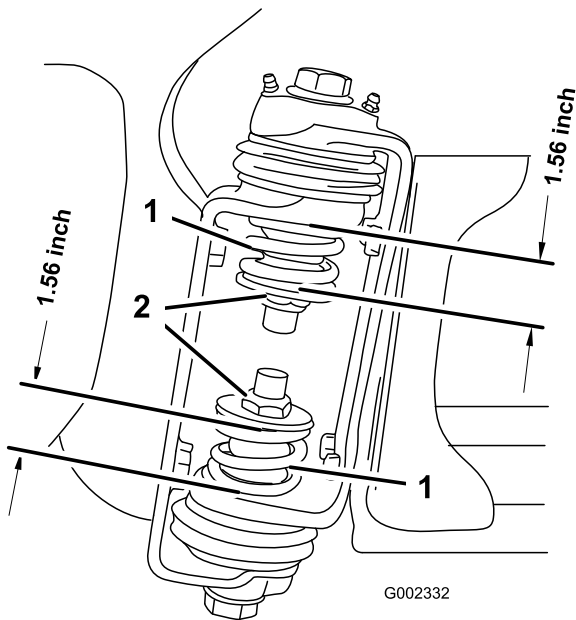

Bild 39
3. Messen Sie am Scharnier des Auslegers die Komprimierung der oberen und unteren Federn, wenn die Ausleger ausgefahren sind (Bild 39).